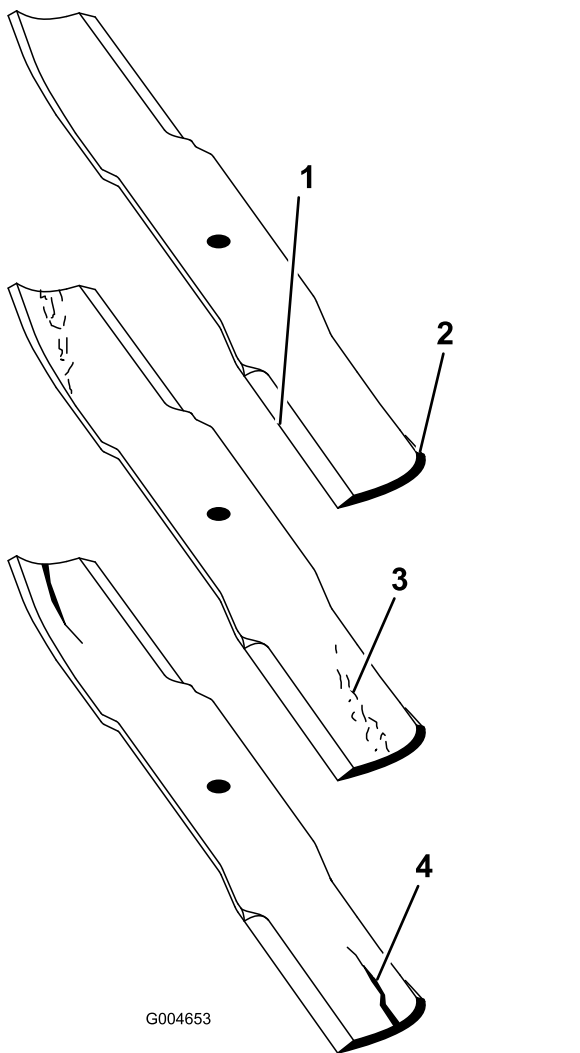

Figure 99
2. Examinez attentivement les tranchants de la lame, particulièrement au point de rencontre de la partie plane et de l'ailette (**Figure 99**).
Remarque: Le sable et les matières abrasives peuvent éroder le métal à cet endroit, c'est pourquoi il est important de contrôler l'état de la lame avant d'utiliser la tondeuse. Remplacez la lame si elle semble usée (**Figure 99**).